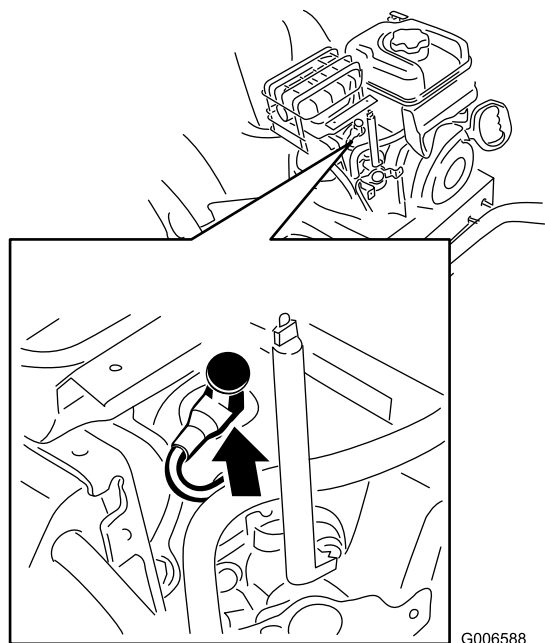

Figure 44
4. Nettoyez la surface autour de la base de la bougie (Figure 44).